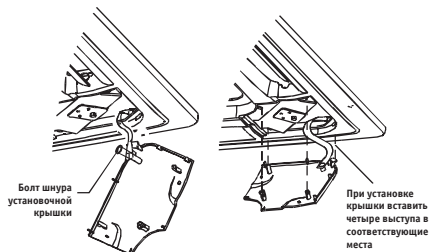

Рис. 16
- Высоту положения внутреннего блока можно отрегулировать через отверстия в углах панели, если при этом не нарушается положение дренажного трубопровода. (См. рис. 16, правый)
- Прикрепите шнур установочной крышки к болту. (См. рис. 16, левый)
- Слегка надавите на установочную крышку в направлении панели. (См. рис. 16, правый)